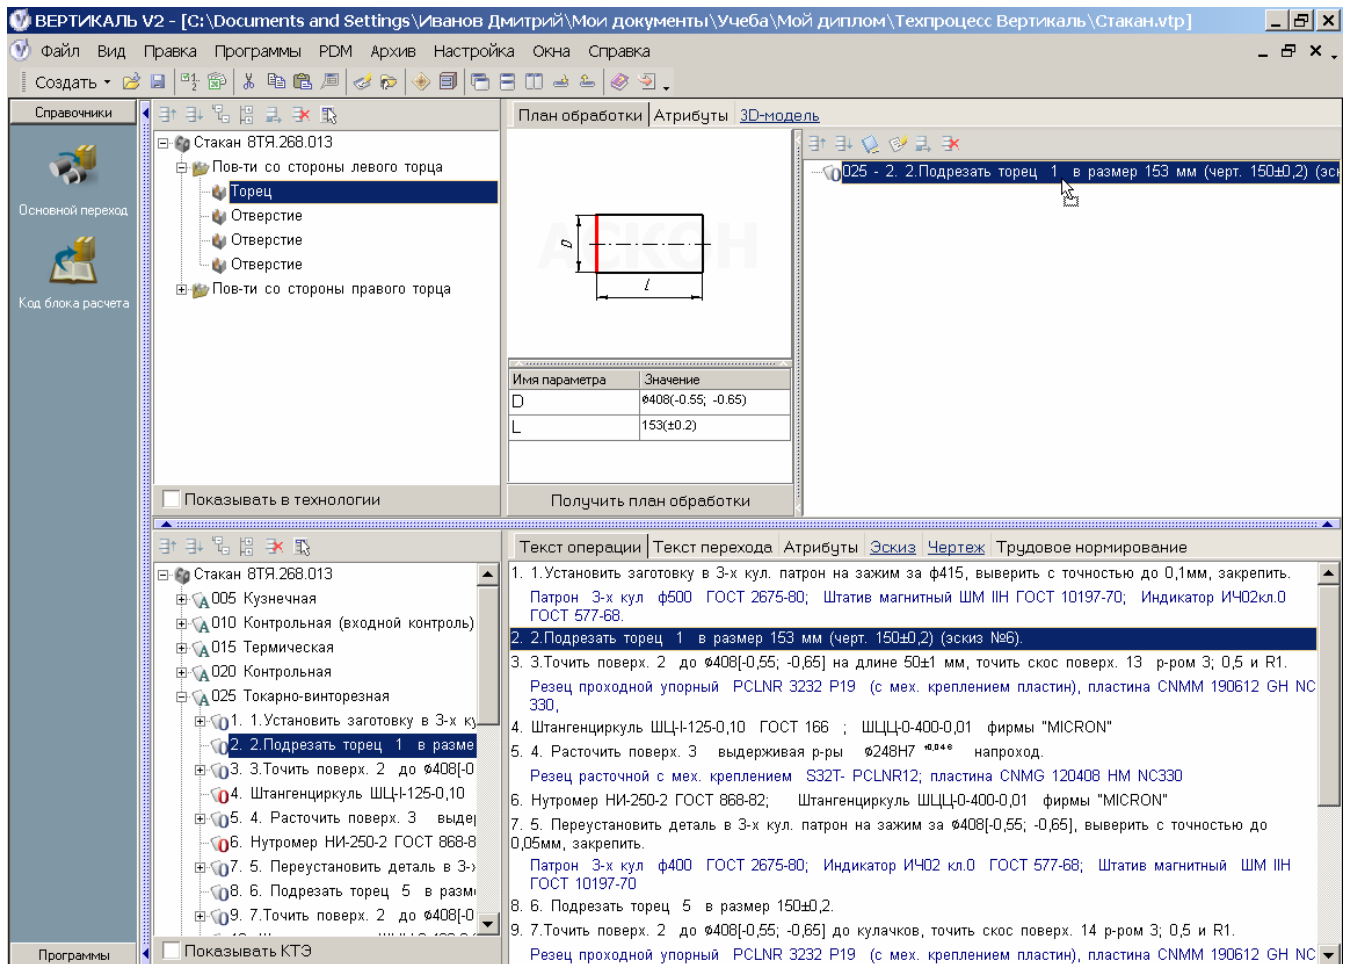

Рисунок 77 – Связывание элементов дерева ТП и КТЭ
2.12.15 Теперь, для создания полноценного технологического процесса в САПР ТП ВЕРТИКАЛЬ необходимо выполнить настройку связей между элементами дерева ТП и КТЭ. Для этого в дереве КТЭ выбираем элемент, с которым будем связывать основной переход из дерева ТП. В дереве ТП указываем левой кнопкой мыши основной переход. Далее не отпуская кнопку мыши, перетаскиваем основной переход из дерева ТП на вкладку «План обработки» дерева КТЭ (рисунок 77).